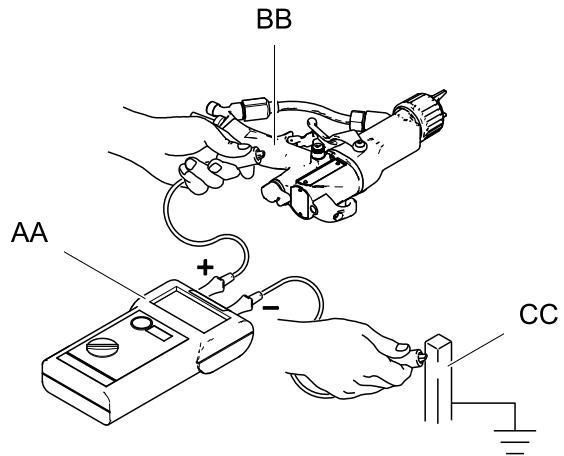

Figure 14 检查喷枪电气接地
2. 关闭 (O) ES On-Off 开关。
6. 测量喷枪手柄 (BB) 和真正接地端 (CC) 之间的电阻。使用最小 500 伏至最大 1000 伏的外加电压。电阻不应当超过 100 欧姆。参见图 14。